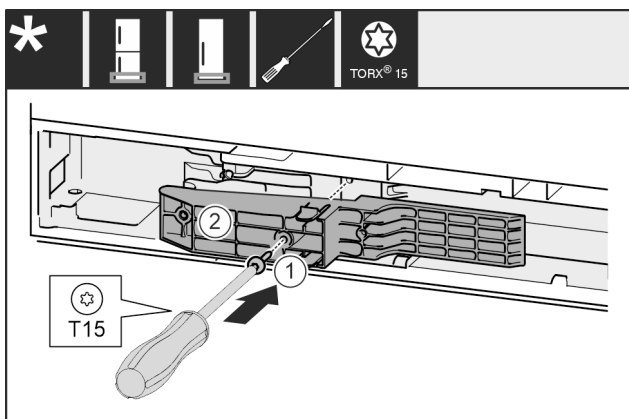

Fig. 47 *
- ▶ 将把手侧的适配器 Fig. 47 (1) 插入凹槽。*
- ▶ 将螺钉 Fig. 47 (2) 用螺丝刀拧紧。*